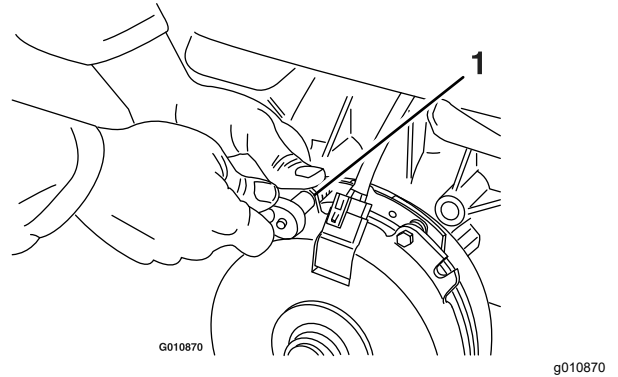

**Figura 70**
3. Utilizar un compresor de aire, elimine cualquier residuo de debajo del polo de freno y de alrededor de los espaciadores del freno (Figura 70).